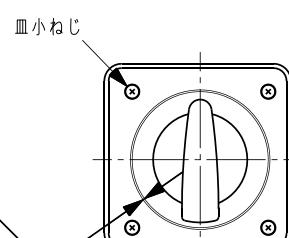

図9
③化粧板を仮止め後、扉を閉じて外部操作ハンドルの中心と、化粧板の中心が合っていることを確認してから、皿小ねじを本締めしてください。中心が合っていない時は、操作ハンドルと化粧板とのすき間が均一になるようにしてから皿小ねじを本締めしてください。(図9)